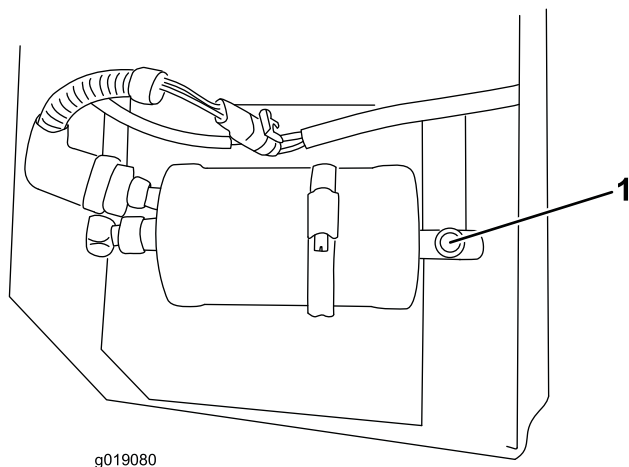

Figura 6
1. Usando la mirilla del tanque colector, compruebe el nivel de refrigerante (Figura 6).